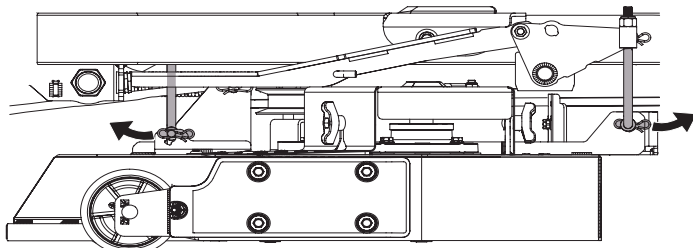

Figura 53
- Extraiga el pasador de chaveta del extremo de la horquilla inferior de cada varilla de ajuste de altura de la plataforma. Hay uno al frente y uno atrás de cada lado de la plataforma. Consulte la Figura 53. (Se muestra lado izquierdo).